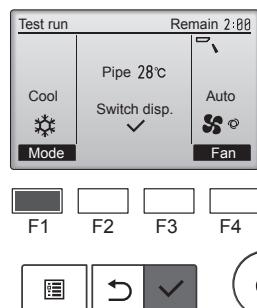

Fig. 8-3
- ① Tryk på knappen [F1] for at ændre driftstilstand. (Fig. 8-3)